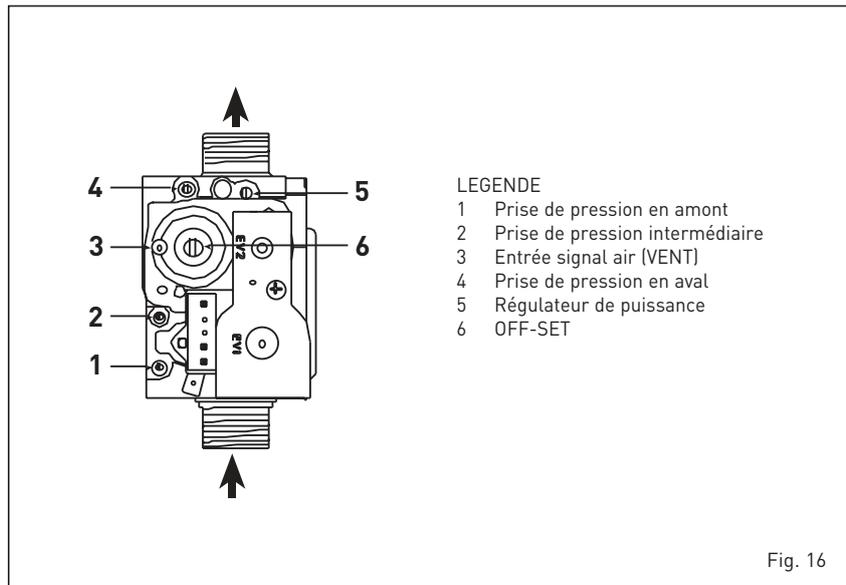

Fig. 16
### 4.1 VANNE GAZ (fig. 16)
La chaudière est fabriquée de série avec une vanne gaz modèle SIT 848 SIGMA (fig. 16).
- 3) Rechercher les valeurs de CO2 à la puissance maxi indiquées ci-dessous à l'aide du régulateur de puissance (5 fig. 16) :
- 5) Rechercher les valeurs de CO2 à la puissance mini indiquées ci-dessous, à l'aide de la vis de régulation OFF-SET (6 fig. 16):